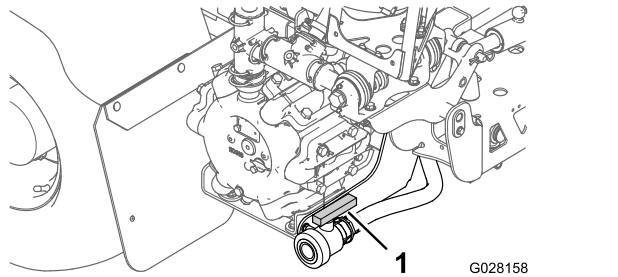

Bild 46
2. Ermitteln Sie die Behälterentleerungsventile hinten an der Maschine (**Bild 46**).